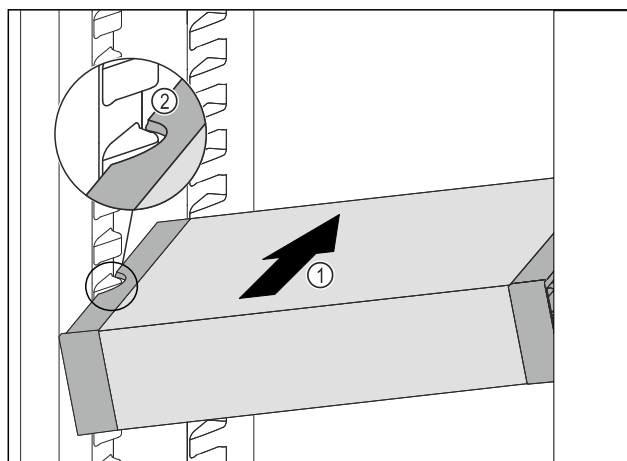

Fig. 133
- ▶ VarioSafe gurajte koso u hladnjak Fig. 133 (1) sve dok se bočni otvori Fig. 133 (2) ladice VarioSafe ne nađu na visini žlijeba spremnika u hladnjaku.